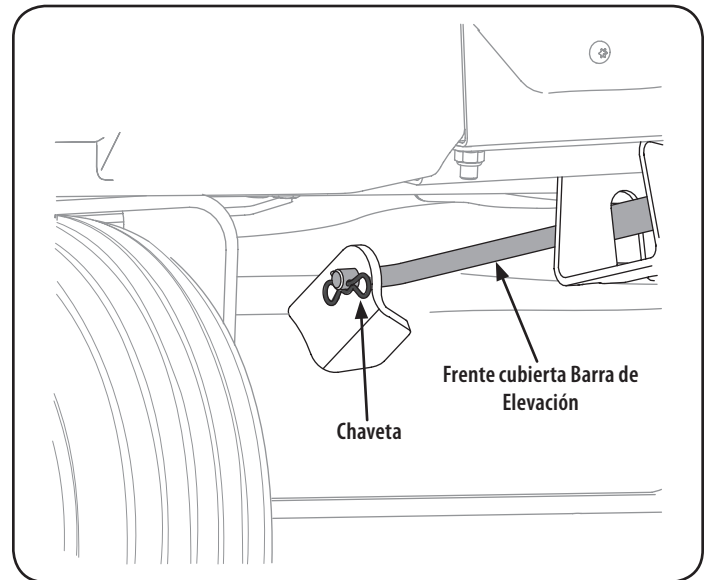

Figura 34
- Tire del pasador de la varilla de elevación de la plataforma frente a la fijación a la cubierta. Ver Figura 34. Deslice la barra de elevación de la plataforma de la ménsula de suspensión frontal.
6. Vuelva a instalar la barra de elevación de la plataforma delantera y fíjela con el pasador . Consulte la Figura 34 .